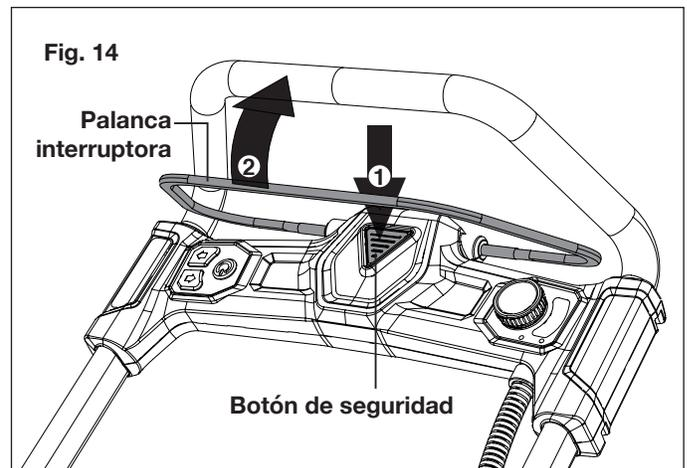

Fig. 14
2. Para encender el quitanieve, presione el botón interruptor de seguridad, y luego apriete la palanca interruptora (Fig. 14).